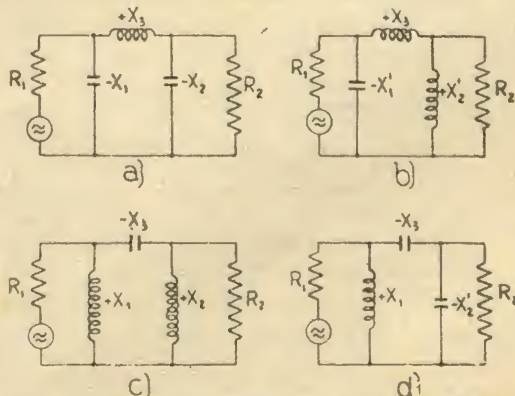

Fig. 8. - Possibili configurazioni di un quadripolo a pi-greco per un identico rapporto di trasformazione.
il cui significato fisico deve intendersi nel senso di stabilire la condizione di sufficiente accoppiamento fra carico e generatore, ove fossero infatti $X_3^2 > R_1 R_2$ l'accoppiamento risulterebbe insufficiente e non potrebbe essere raggiunta la condizione voluta di adattamento del carico al generatore. E' infine evidente che una volta scelto il valore di X_3 vi sarà una doppia coppia di valori per X_1 ed X_2 a seconda della scelta dei segni più o meno davanti al radicale e si avranno in conseguenza quattro casi o soluzioni come è indicato nella fig. 8.
Nel caso di amplificatori di trasmissione si dà normalmente la preferenza al circuito di fig. 8-a) che ha le caratteristiche di filtro passa basso e può pertanto servire a raggiungere una certa riduzione delle armoniche; laddove invece si desiderasse per speciali motivi ottenere l'effetto opposto la soluzione da adottare sarebbe quella della fig. 8-c) corrispondente ad un filtro passa-alto.
Poco adatta si presenterebbe in tal caso la realizzazione del carico attraverso il solito circuito antirisonante e viene pertanto decisa l'adozione di un trasformatore a pigreco; dovendo lo stadio funzionare in telefonia con modulazione di griglia di soppressione l'impedenza di carico richiesta risulta essere di 2550 ohm, d'altra parte il carico deve essere trasferita la potenza generata è offerto da una linea di trasmissione avente un valore di impedenza caratteristica di 400 ohm. Viene scelta, per i motivi ormai noti, la configurazione di fig. 8-a), il valore limite della reattanza X_3 risulta dunque essere in base alla (11)